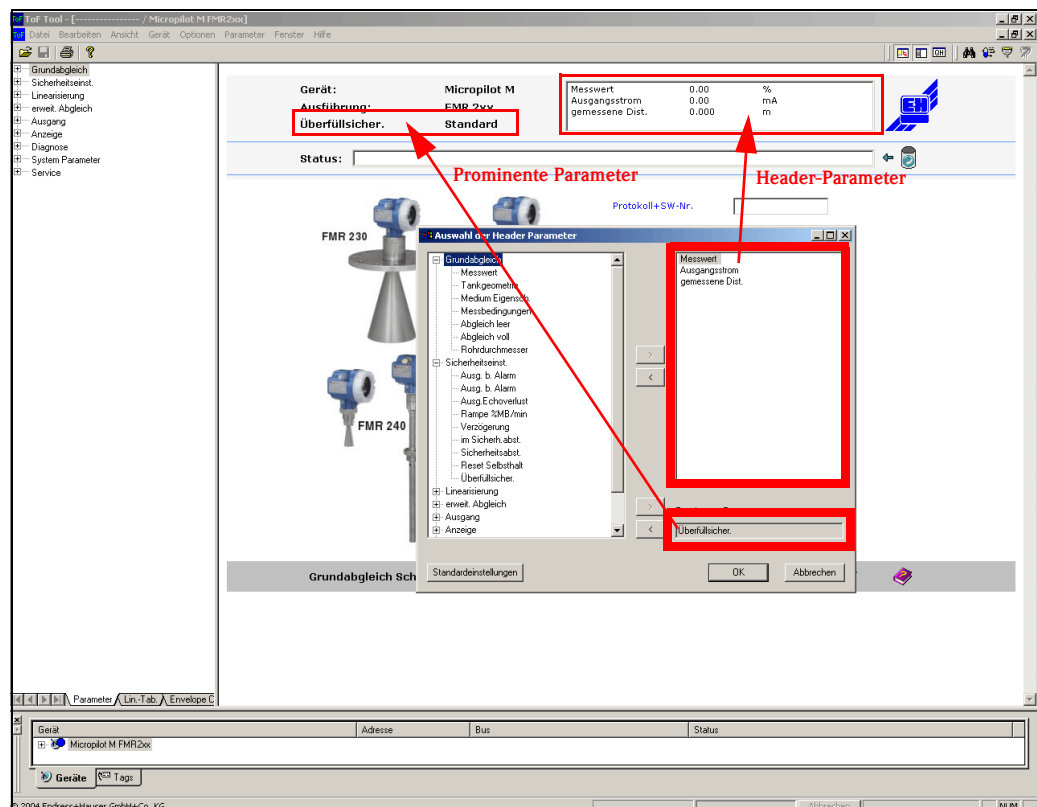

Abb. 38: Anzeige der Geräteparameter in der Kopfzeile
3. Die in der Auswahlliste aufgeführten Parameter werden permanent im "Header-Bereich" der Parametrieransicht angezeigt (s. Abb. 38). Diese Einstellung wird für jeden Gerätetyp (z.B. FMR, FMU, FMP, usw.) im ToF Tool gespeichert. Diese stehen dann nach jedem Start des Programms für das jeweils aus der Geräteliste zum parametrieren ausgewählte Gerät.